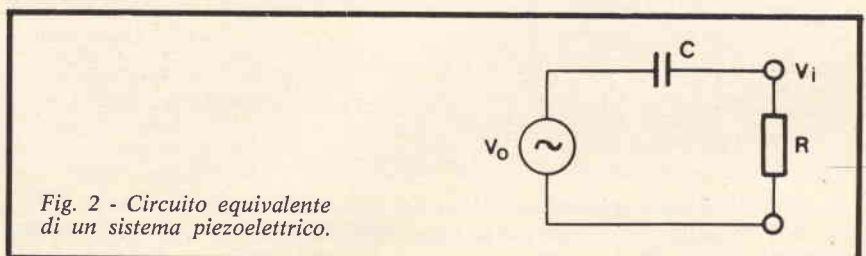

Fig. 2 - Circuito equivalente di un sistema piezoelettrico.
a) Testine piezoelettriche o ceramiche: il circuito equivalente di un sistema piezoelettrico è rappresentato in fig. 2.